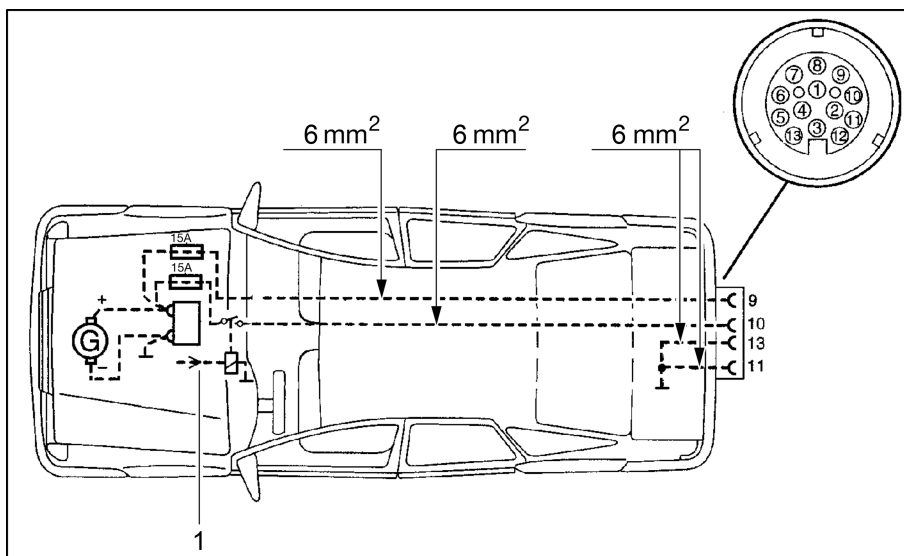

Fig. 105 Installation du véhicule tracteur
- ▷ Equiper le véhicule tracteur avec les sections de câble correspondantes et un relais pour l'alimentation électrique (commandée via l'allumage) (voir Fig. 105).